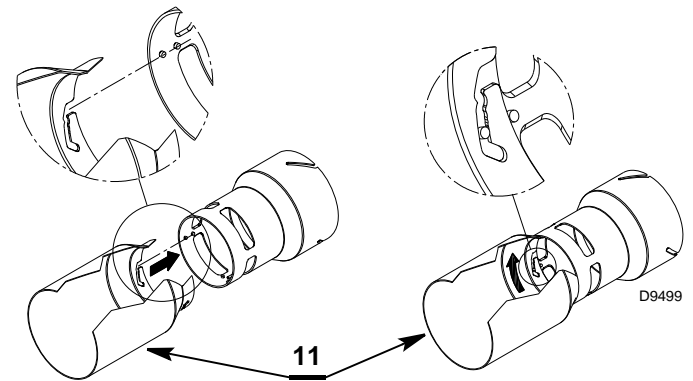

Abb. 29
- Das Flammenrohr 11) (Abb. 29) gemäß den Anweisungen in der Abbildung befestigen.